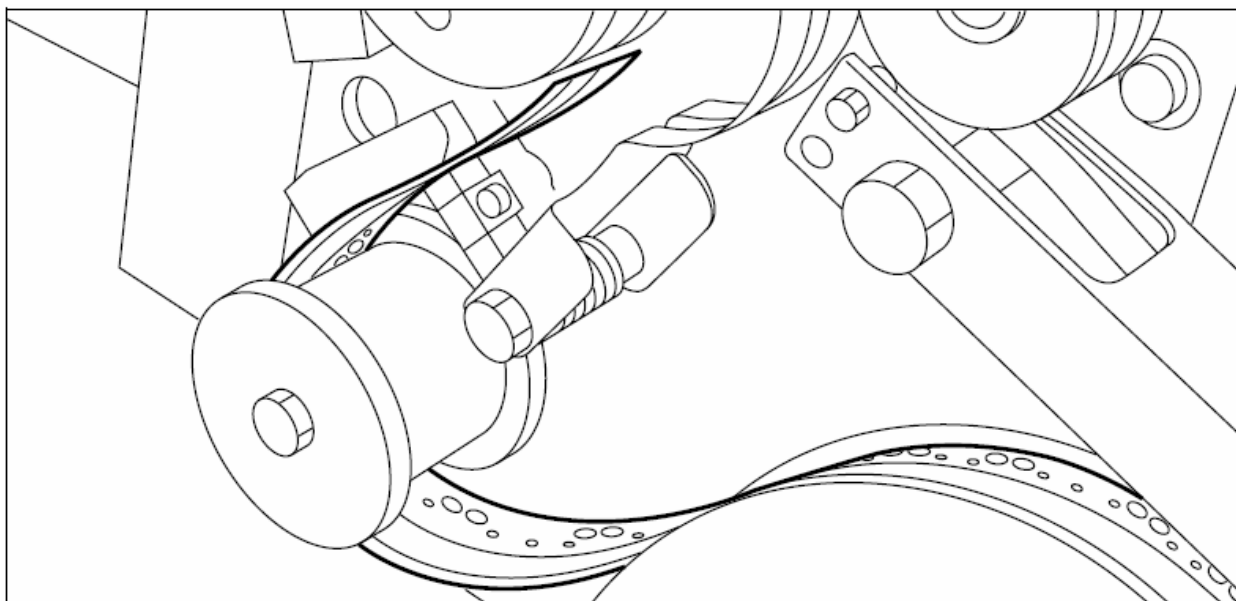

Рисунок 111. Проводка самоклеящейся ленты вокруг направляющего ролика
2. Освободите конец ленты на новой катушке и заведите начало ленты поверх большого направляющего ролика (см. рисунок 111).